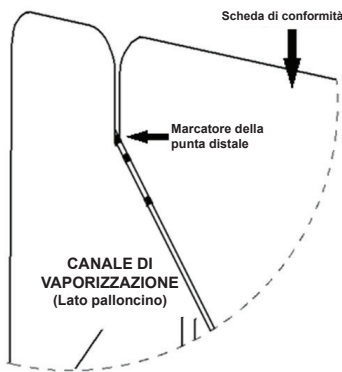

Figura 2 Configurazione dritta
5. Posizionare la banda di marcatura della punta distale con la piega in basso e all'interno del canale di vaporizzazione. (Vedere Figura 2)
4. Posizionare la banda di marcatura della punta distale in basso e all'interno del canale di vaporizzazione. (Vedere Figura 2)